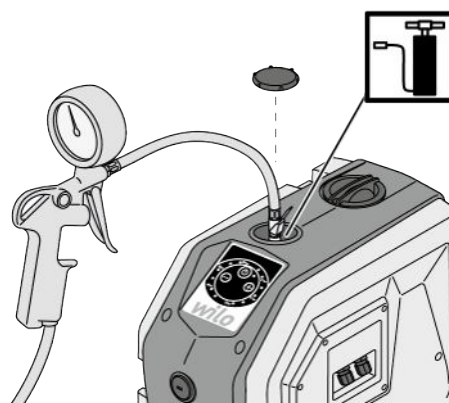
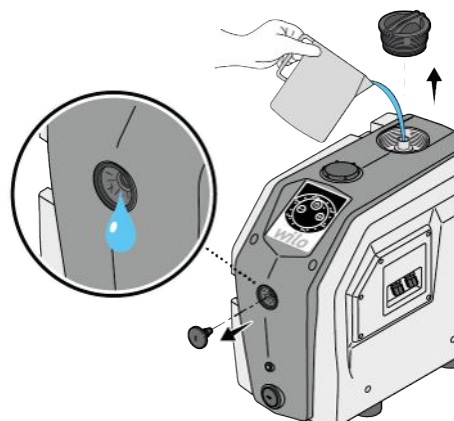

Fig. 7: Membraanexpansievat vullen
Fig. 10: Vullen
1. Sluit de afsluiters (Fig. 7 – Pos. 1, 2) aan de zuig- en perszijde.
1. Druk de bedieningstoetsen “+” en “-” gedurende 5 seconden tegelijkertijd in (Fig. 10) als het product in de afzuigmodus (Fig. 7) is geïnstalleerd.